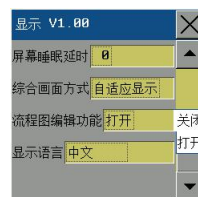

图 5.7
- 进入流程图编辑状态：点击“系统”-“数据”弹出对话框（图 5.7），将“流程图编辑功能”选择“打开”。